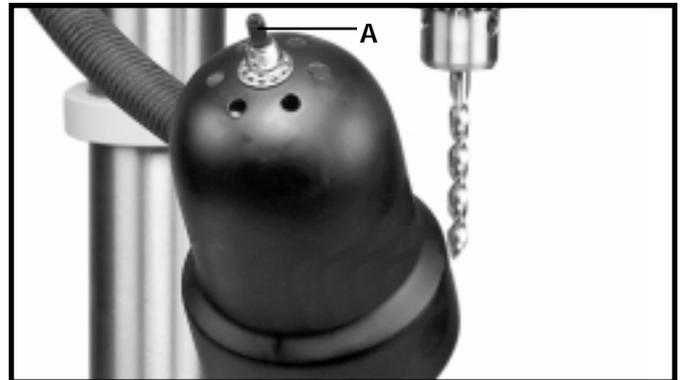

Fig. 19A
La lampe col-de-cygne flexible fonctionne indépendamment de la perceuse. Pour l'**ALLUMER** et l'**ÉTEINDRE**, tournez son interrupteur (A) fig. 19A.